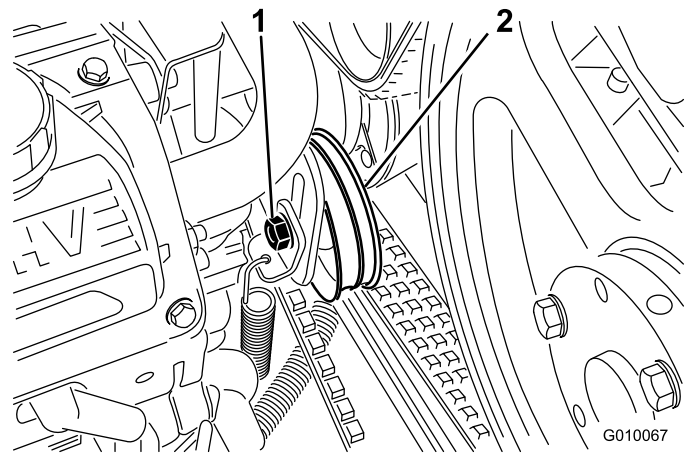

Bild 57
3. Lösen Sie die Pumpenriemenspannschraube so weit, dass sie im Einstellschlitz bewegt werden kann (Bild 57).